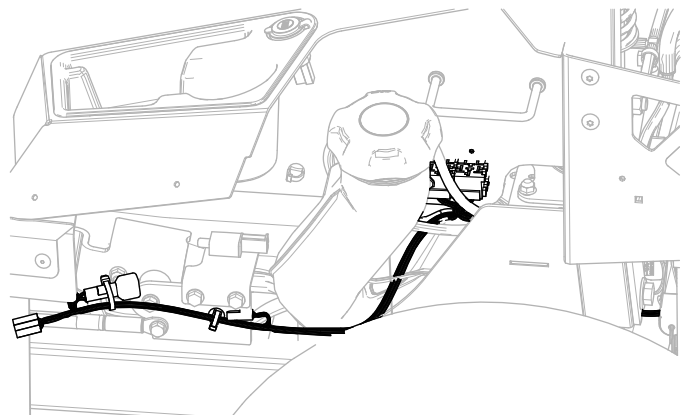

Figura 18
2. Encaminhe a cablagem (Figura 18) ao longo do lado esquerdo da estrutura, através do fixador de pressão que instalou no passo 1.